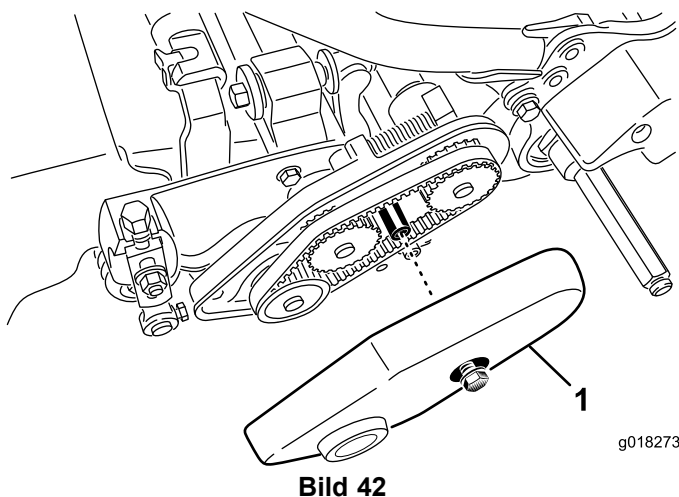

Bild 42
1. Lösen Sie den Bundbolzen, mit dem die Riemenabdeckung befestigt ist, und nehmen Sie die Riemenabdeckung ab, um an den Riemen frei zu legen (Bild 42).